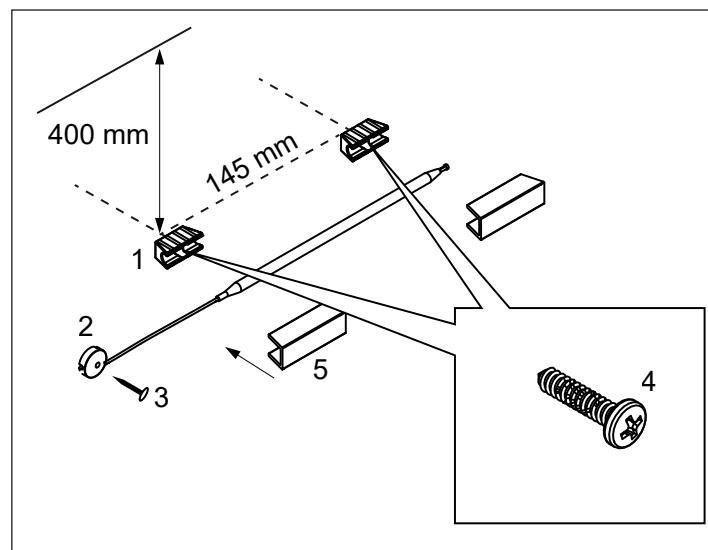

Abbildung 16: Installation des Temperatursensors
Montieren Sie die Temperatursensorhalterungen (siehe (1) in Abb. 16) mithilfe der zwei mitgelieferten Schrauben 400 mm unter der Decke, bei einem Abstand von 145 mm zwischen den Schrauben (4).
Sichern Sie den Heizstab mit zwei Clips (2) und dem Kopfnagel (3) (siehe Abb. 16).